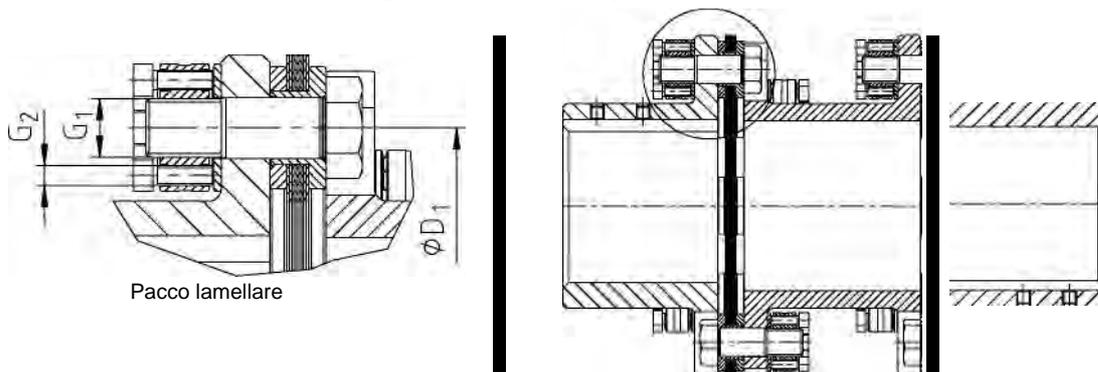

figura 26: montaggio delle lamelle nel RADEX®-N grandezza 138 - 338
- Montare i pacchi lamellari e l'elemento centrale (vedere la figura 26). Per il modello NN si usa solo 1 lamella (nessun elemento centrale).
- Innanzitutto, serrare le parti manualmente, dopodiché montare i dadi autobloccanti rispettivamente con il mozzo e con l'elemento centrale (vedere la figura 26).